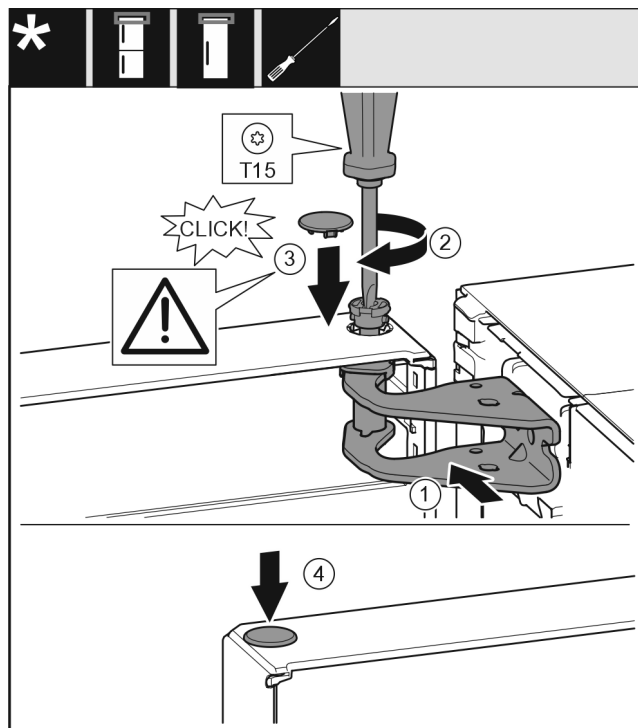

Fig. 19
- ▶ Orientar la parte superior de la puerta respecto a la apertura del soporte de apoyo. Fig. 19 (1)
- ▶ Introducir los pernos y apretar con el destornillador T15. Fig. 19 (2)
- ▶ Montar la cubierta del seguro para asegurar la puerta: Introducir la cubierta del seguro y comprobar que descansa sobre la puerta. De lo contrario, introducir por completo los pernos. Fig. 19 (3)
- ▶ Introducir los tapones. Fig. 19 (4)